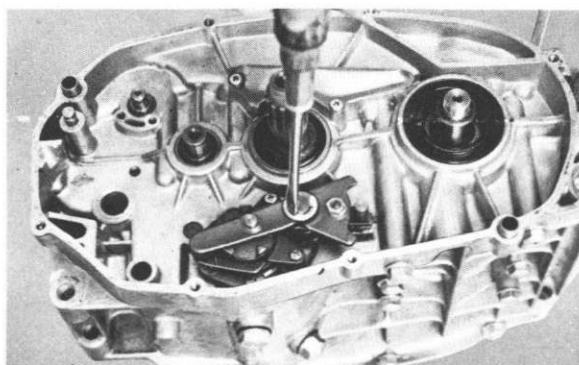

Fig. 4-11-10
- d. Remove the circlip, and then the change lever assembly. (Figs. 4-11-10, 4-11-11)
- d. Retirez le circlip, puis l'ensemble de levier du sélecteur. (Fig. 4-11-10, 4-11-11)
- d. Gangschalthebelgarnitur durch Lösen des Seegeringes demontieren. (Abb. 4-11-10, 4-11-11)